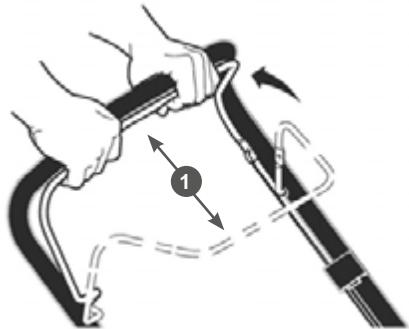

Рис. 12. Рычаг остановки двигателя
Перед запуском двигателя, несколько раз задействуйте рычаг остановки двигателя 1 (Рис. 12). Проверьте, чтобы рычаг и трос остановки двигателя работали должным образом.
- Отпустите рычаг 1 остановки двигателя (Рис. 12).